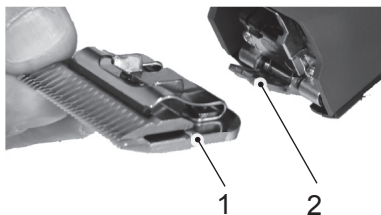

Fig. 8
6. Fest klippehodet på bladhengselet, og fold den inn på den påslåtte klippemaskinen med et lett trykk (Fig. 8, 9, 10).